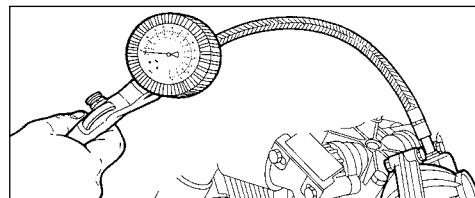

Abb. 63
Zu diesem Zweck den Literzähler zwischen Pumpe und Druckleitung montieren (2) (Fig. 63).